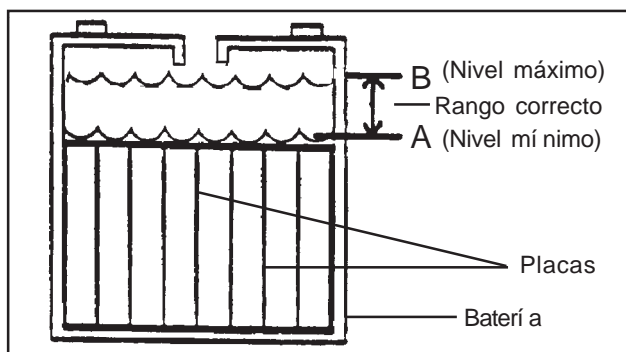

Figura 5
2. Controle el nivel de electrolito de las baterías. El nivel mínimo es justo por encima de las partes superiores de las placas. Consulte la figura 5 A.
- Después de cargar las baterías, llénelas. **NOTA: UTILICE ÚNICAMENTE AGUA DESTILADA. ESTO DEBE REALIZARSE DESPUÉS DE CARGAR LAS BATERÍAS.** El nivel máximo está dentro de 6,4 mm (1/4 de pulgada) del fondo del tubo en cada elemento. Consulte la figura 5 B. Para obtener instrucciones sobre cómo cargar las baterías, consulte la sección "Carga de las baterías" que aparece anteriormente.